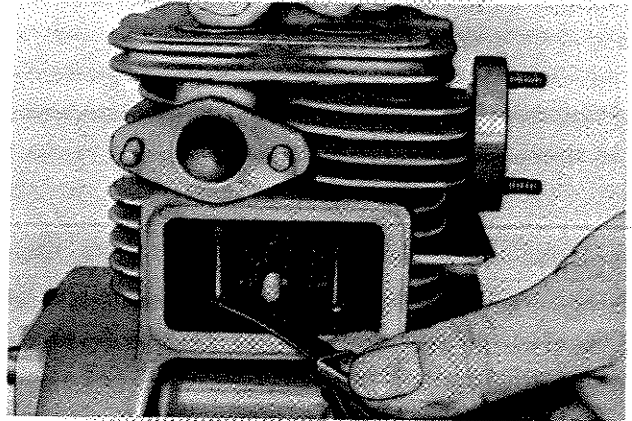

Fig. 22 - Gioco valvole LA65/58
**LA65/58:** infilare le valvole nelle sedi. Disporre l'albero a camme con le camme verso il basso. Premendo sul fungo valvola interporre uno spessimetro tra punteria e stelo (fig. 22).